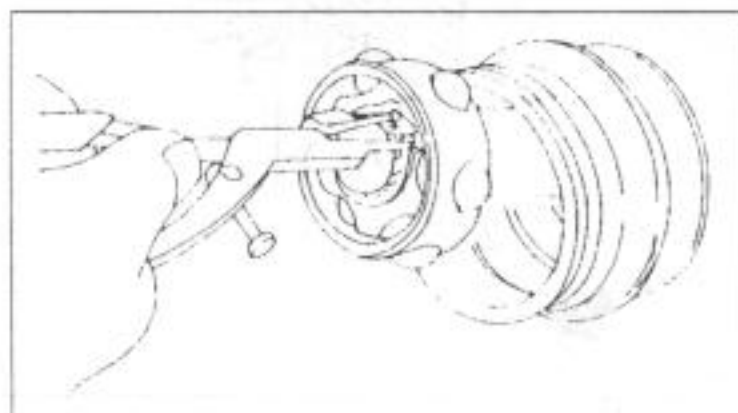

Рис.177.
- Кожух шарнира снять с приводного вала и очистить освободившийся сепаратор шарикоподшипника от излишней смазки. С помощью щипцов для пружинных стопорных колец снять пружинное кольцо с конца вала, как показано на рис.177. Прежде чем кольцо будет вынуто, обозначить взаимное расположение конца вала и внутреннего кольца.